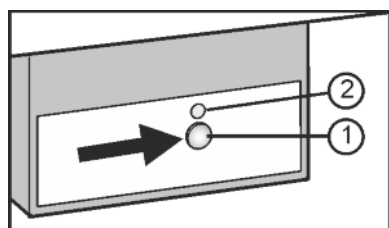

Fig. 20
- ▶ Druk op de toets On/Off Fig. 20 (1), zodat de LEDs Fig. 20 (2) branden.